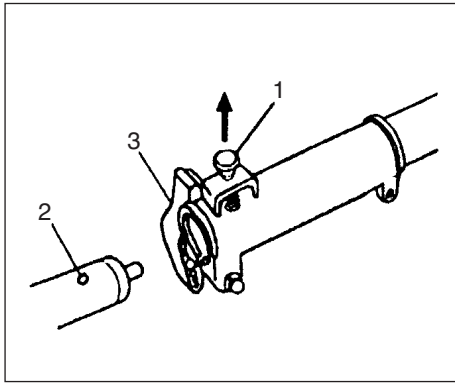

Fig. 1-1
2. Asigurați-vă că știftul de fixare (1) se potrivește în gaura de montaj (2) a tubului, și că tubul nu iese. (Fig. 1-1)
3. Strângeți bine piulița (3). (Fig. 1-1)